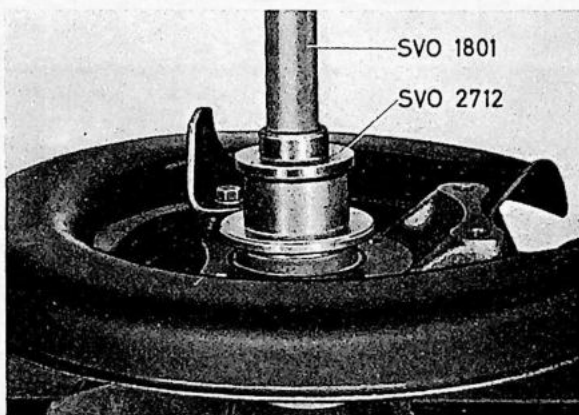

Fig. 4-83. Montage van de buitenste vetkeerring
10. Pers de nieuwe vetkeerring in de ankerplaat (stelmoer) met stempel SVO 2712 en SVO 1801, zie Fig. 4-83.